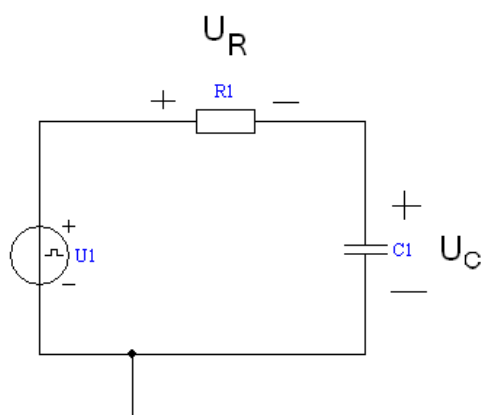

Рис. 2.2
2.2. Рассчитайте и постройте кривые изменения напряжений $u_C(t)$ и $u_R(t)$ в RC -контуре (рис. 2.2) для значений $R1$, $C1$, соответствующих вашему номеру варианта (табл. 2.1). Данные расчета занесите в табл. 2.2.